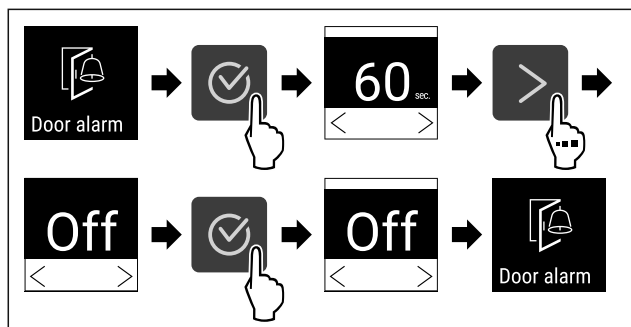

Fig. 89
- ▶ Suorita toimenpidevaiheet (katso Fig. 89) .